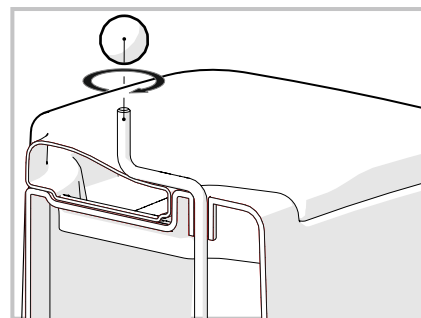

Рис. 1. Установка ручки привода
- 3) Накрутите ручку (поз.8) на привод разбрасывателя (поз.6) (рис. 1).
- 5) Проденьте привод разбрасывателя сквозь отверстие в бачке в верхней части корпуса туалета (рис. 1).